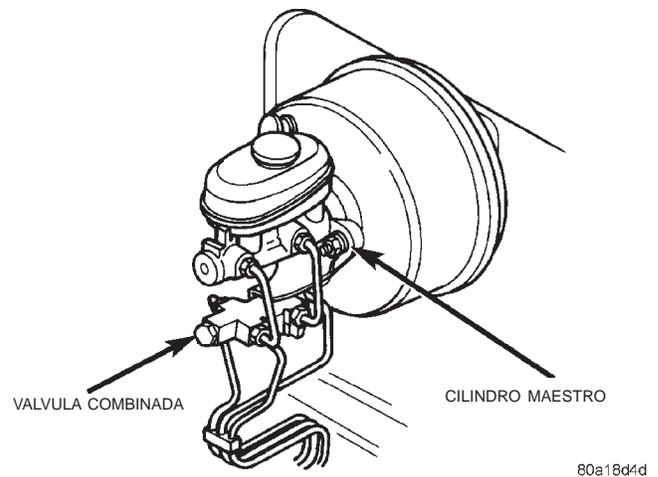
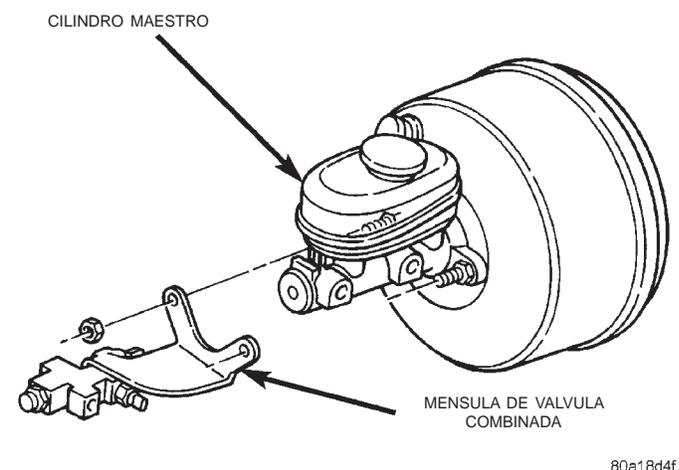

Fig. 19 Válvula combinada y cilindro maestro
Fig. 20 Ménsula de la válvula combinada
(1) Retire los tubos de freno que conectan el cilindro maestro a la válvula combinada (Fig. 19).
(2) Desconecte los tubos de freno que conectan la válvula combinada a los frenos delanteros y traseros.
(3) Desconecte el cable del terminal del conmutador de la válvula combinada. Tenga cuidado al separar el conector del cable ya que las lengüetas de bloqueo se averían con facilidad si no se desenganchan completamente.
(4) Retire las tuercas que fijan la ménsula de la válvula combinada a los espárragos del reforzador y retire la ménsula de la válvula de los espárragos del reforzador (Fig. 20).